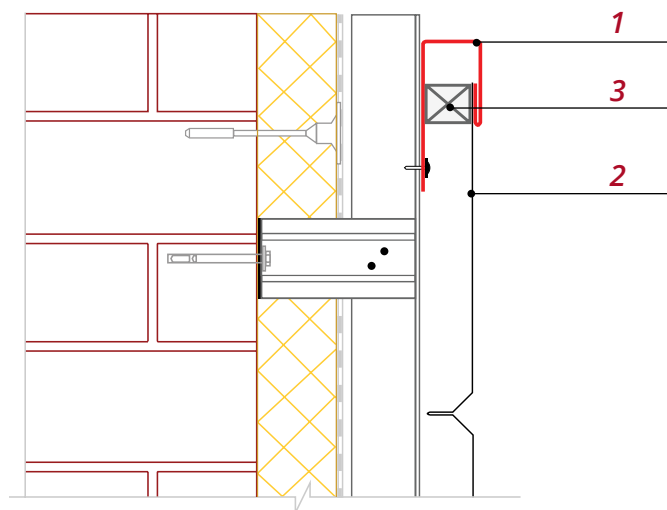

Рис. 23
- Если не получается закончить целой панелью, используйте П-образную планку **1**. На горизонтальных участках фасадов, во избежание зазоров и дребезжания панели **2**, перед ее монтажом приклейте на край универсальный уплотнитель или ПСУЛ **3**, как показано на рис.23.